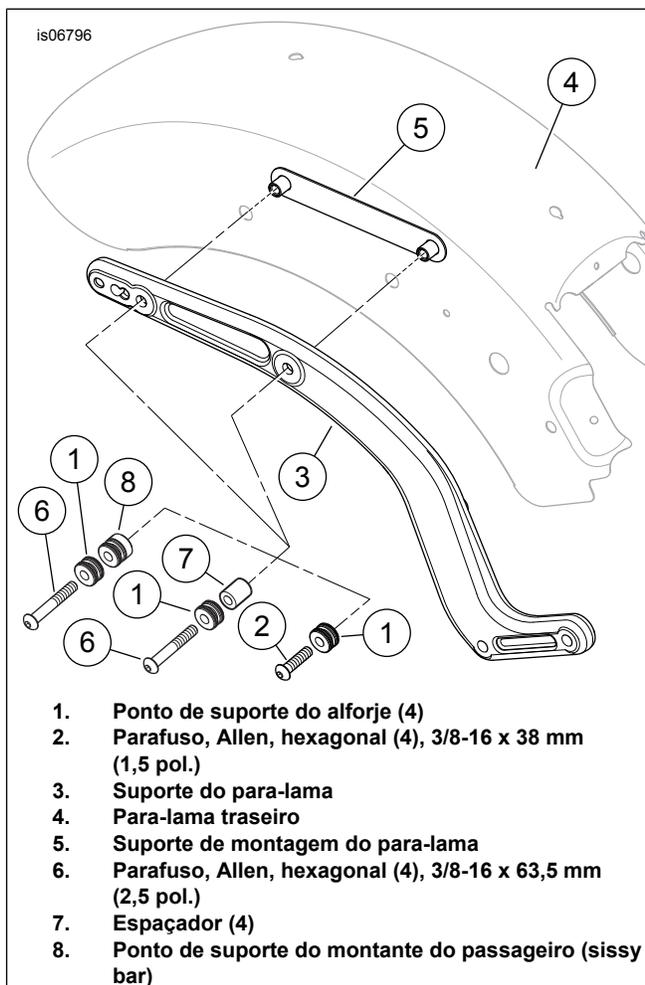

Figura 1. Instalação das ferragens de suporte superiores FXS
- a. Pegue os parafusos Allen hexagonais 3/8-16 x 38 mm (1 1/2 in) de comprimento (3) e os pontos de suporte (1) do kit de ferragens de suporte.
- b. Veja Figura 1. Deslize um ponto de suporte (1) sobre as roscas de cada parafuso (2).
- d. Insira cada parafuso através de um furo em um suporte do para-lama (3), do furo correspondente no para-lama (4) e do suporte de montagem do para-lama (5), e aperte com os dedos. Aperte os parafusos com torque de 28,5–36,6 N·m (21–27 ft-lbs).
- e. Pegue os quatro parafusos Allen hexagonais 3/8-16 x 63,5 mm (2 1/2 in) de comprimento (3), os espaçadores (10) e os pontos de suporte (1) do kit de ferragens de suporte.
- f. Veja Figura 1. Deslize primeiro um ponto de suporte (1) e, em seguida, um espaçador (7) sobre as roscas de cada parafuso (6).
- h. Insira cada parafuso através de um furo em um suporte do para-lama (3), do furo correspondente no para-lama (4) e do suporte de montagem do para-lama (5), e aperte com os dedos. Aperte os parafusos com torque de 28,5–36,6 N·m (21–27 ft-lbs).
- i. Pegue os quatro parafusos Allen hexagonais 3/8-16 x 63,5 mm (2 1/2 in) de comprimento (3) e os pontos de suporte (1) do kit de ferragens de suporte 90200389 e os pontos de suporte do kit do montante do passageiro.
- j. Veja Figura 1. Deslize primeiro um ponto de suporte (1) do kit 90200389 e, em seguida, um ponto de suporte do kit do montante (8, com a orientação mostrada) sobre as roscas de cada parafuso (6).